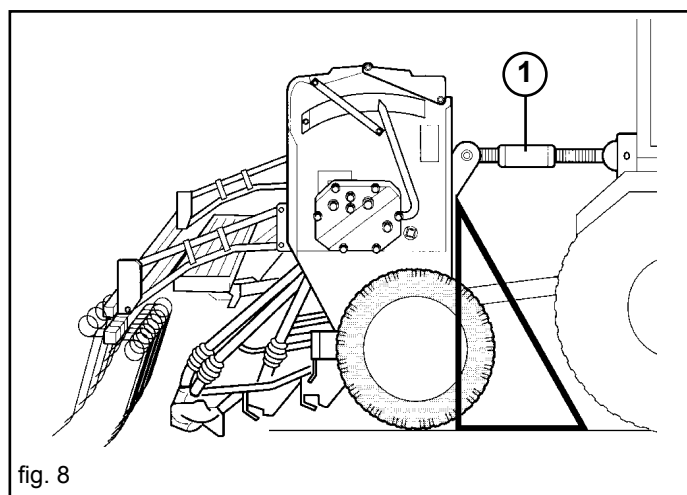

fig. 8
- 1) Relier la machine à l'attelage en trois points du tracteur et les chevilles aux goupilles spéciales; positionner la machine perpendiculairement au sol par l'entretoise de réglage (1 Fig. 7-8) universel de tres puntos (Fig 8).